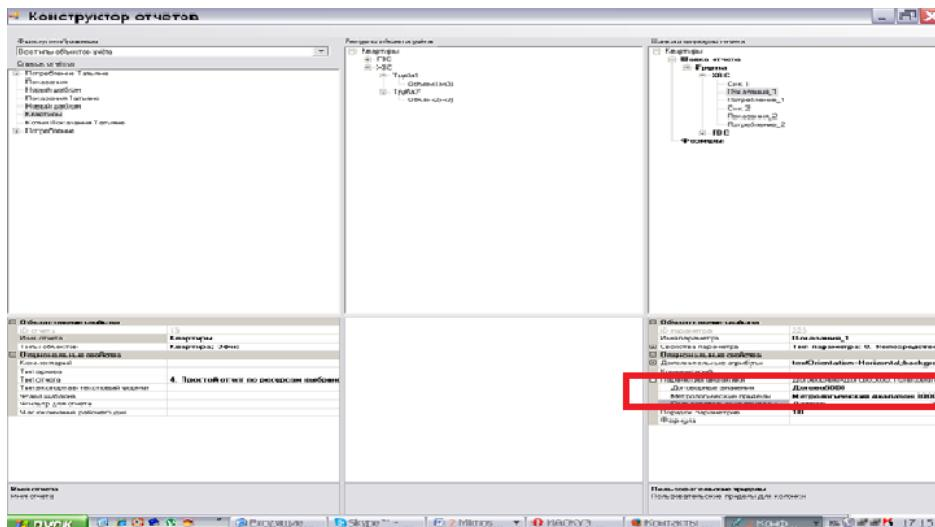

Рисунок 46
- Привязать каждый контролируемый параметр к конкретному аналитическому значению или интервалу (рисунок 46).